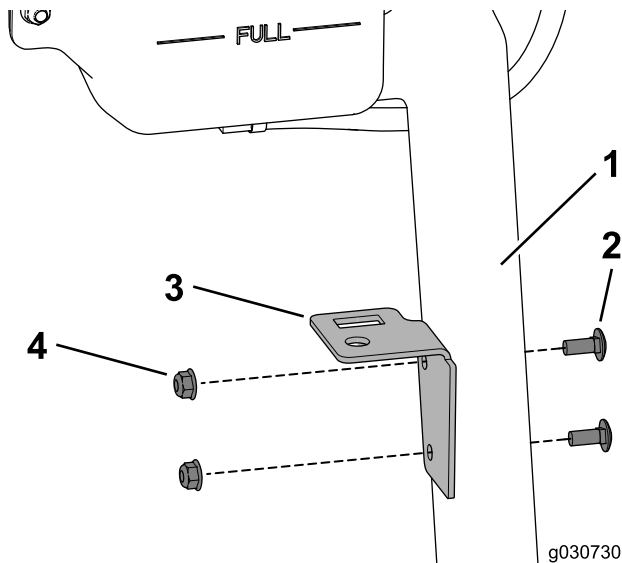

Figura 31
1. Utilize os dois parafusos de carroçaria e porcas de bloqueio para prender a placa do depósito ao suporte do recipiente do líquido de arrefecimento (Figura 31).